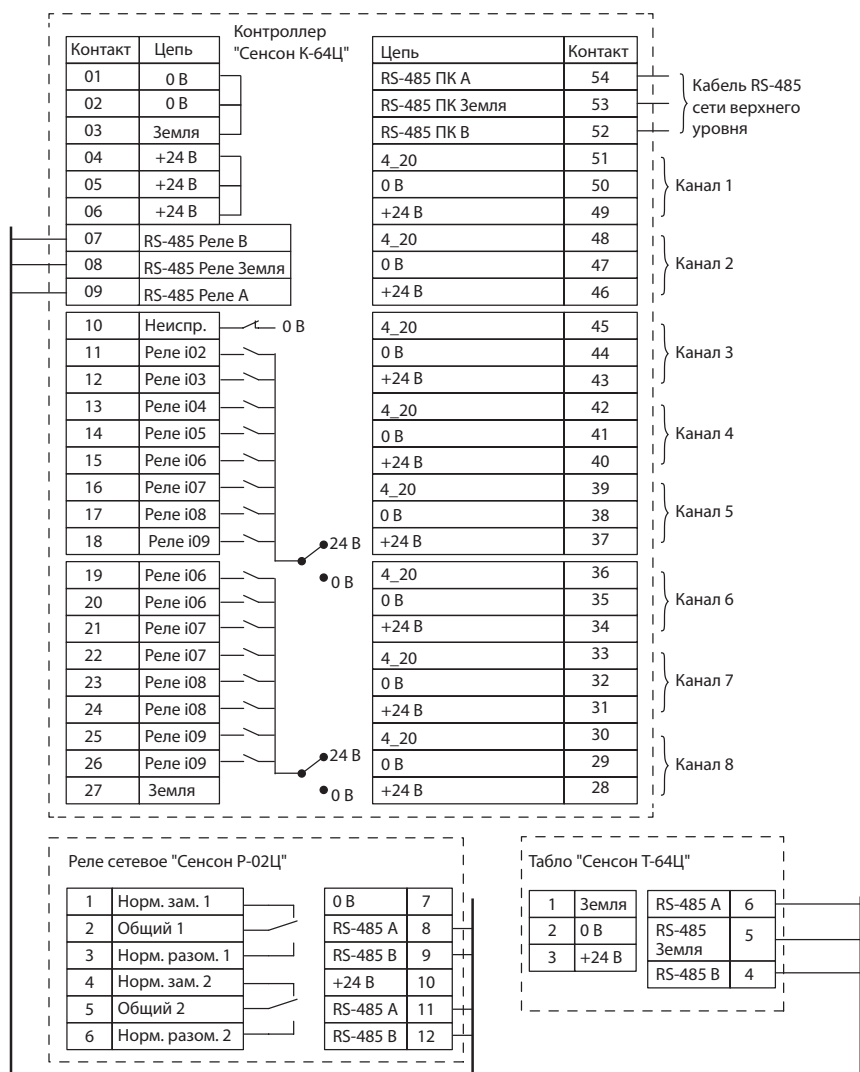

Рис.6. Схема подключения контроллера, сетевых реле и информационного табло
4. Если сетевое оборудование уже установлено и сконфигурировано (сетевые адреса присвоены), подключите согласно схеме электрических соединений (рис.6)
7. Подключите к контроллеру датчики (рис.6). Переведите неиспользуемые каналы датчиков в состояние "Пассивный" (ОСНОВНОЕ МЕНЮ – УСТАНОВКИ СЕТИ – ДАТЧИКИ).